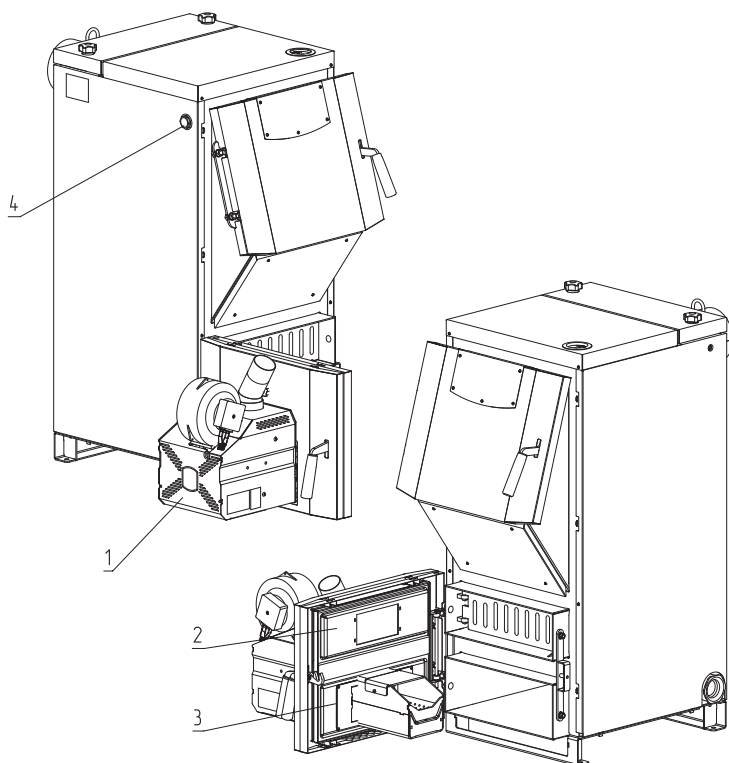

Рис. 11 Порядок установки горелки ZOTA «RAY» на твердотопливные котлы ZOTA Bulat 18, 23, 28.
- Выкрутите две гайки М8 (**Рис. 11, поз. 3**) и снимите заслонку подачи первичного воздуха;
- Установите горелку (**Рис. 11, поз. 1**) на котел как показано на **Рис. 11** и зафиксируйте горелку двумя гайками (**Рис. 11, поз. 3**);
- Для установки гильзы под датчики температуры и перегрева снимите пробку или тягорегулятор (если установлен) и установите гильзу (**Рис. 11, поз. 4**) в освободившееся отверстие.